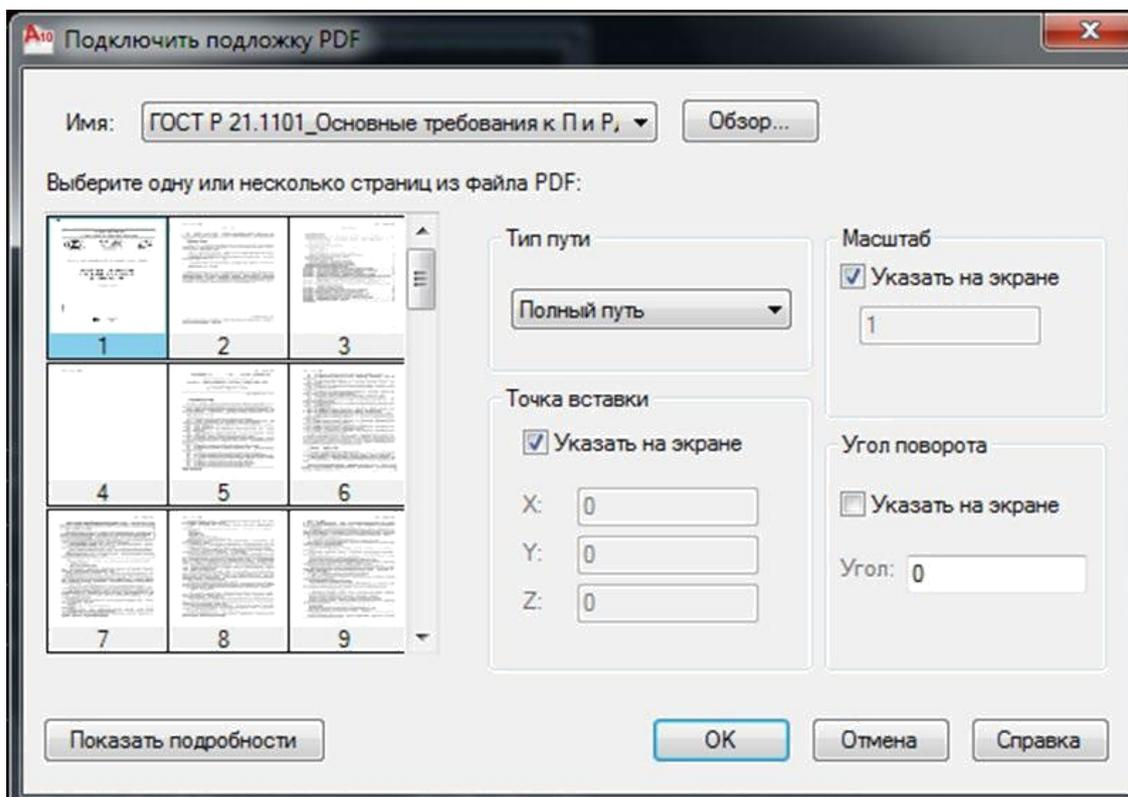

Рисунок 3.5. Всплывающее окно Подключить подложкуPDF.
- Выбрать страницу из файла, см. Рисунок 3.5.